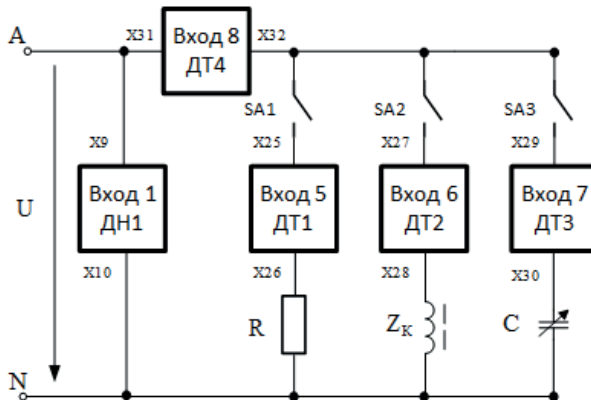

Рис.3
3.2. Собрать электрическую цепь с параллельным соединением резистора R, индуктивного потребителя и батареи конденсаторов C (рис. 3).